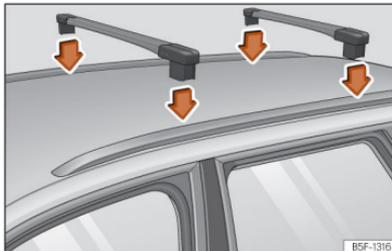

Abb. 195 Befestigungspunkte der Längsträger für den Dachgepäckträger [Leon Sportstourer].
Gültig für Leon Sportstourer: Die Querstangen werden an der seitlichen Dachreling angebracht »» (Abb. 195). Der Abstand zwischen den Querstangen (A) muss etwa 75 cm betra-